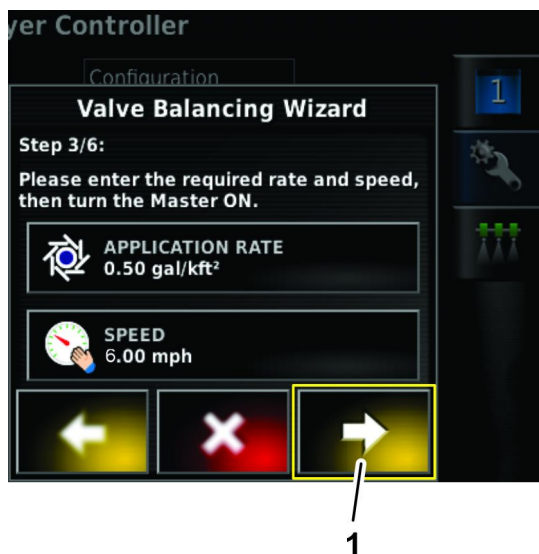

Figura 139
9. Nel quadro di comando, premete l'icona Avanti (Figura 139).